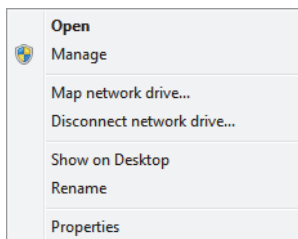

Figura 7-24 Il menu di accesso rapido per l'icona Computer (Windows 7)
2. Nel menu contestuale, cliccare su **Gestisci** (Manage) [vedere Figura 7-24 a pagina 241).